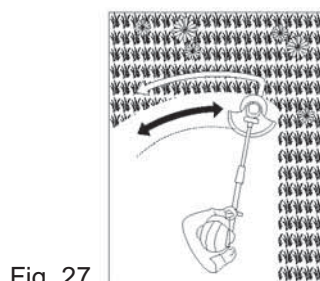

Fig. 27
- > Passez l'appareil en mouvements lents et réguliers, en décrivant un arc de cercle de gauche à droite, et ramenez l'appareil à sa position de départ avant de passer à la zone suivante (Fig. 27).